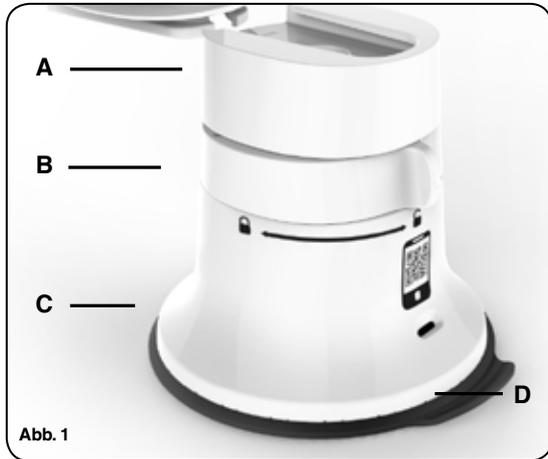

Abb. 1
1. Stellen Sie sicher, dass die Saugfußverriegelung auf unverriegelter Position steht  (Abb. 1).
2. Stellen Sie den Saugfuß (C) auf eine saubere, fettfreie und stabile Arbeitsplatte. Schieben Sie den oberen Teil in die Schiene am Saugfuß, bis Sie ein Klicken hören (A) (Abb. 1).
Montage für das Zerkleinern (S. 58 - Abb. 1 und 2):